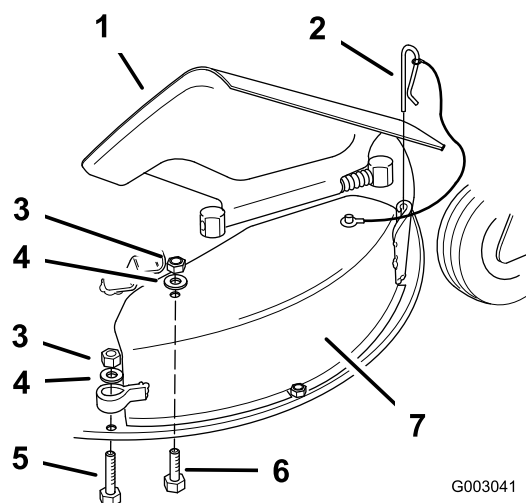

Figura 52
4. Eleve el deflector de hierba y retire el pasador de la parte delantera de la tapa de descarga (Figura 52).
5. Retire la contratuerca, la arandela plana y el perno (5/16 x 1-1/4 pulgadas) que sujetan la parte superior de la tapa de descarga a la parte superior del cortacésped (Figura 52).
6. Retire la contratuerca, la arandela plana y el perno (5/16 x 2-1/4 pulg.) que sujetan el anillo de la parte trasera de la tapa de descarga al anillo de la plataforma (Figura 52).
7. Retire la tapa de descarga del cortacésped (Figura 52).